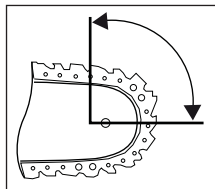

Fig. 1
- Um contacto com a ponta da calha pode, em alguns casos, causar uma reação inesperada para trás, sendo a espada **16** projetada para cima e no sentido do operador (ver fig. 1).